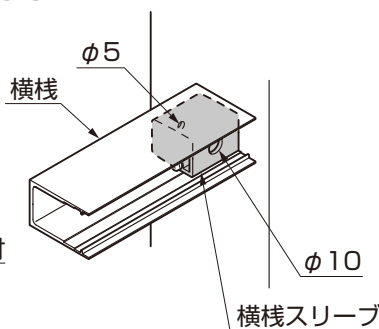

図6-5
- 汎用形材を横棧に取付けの際、横棧スリーブを避けて取付けてください。(※2) 横棧スリーブを避けられない場合は図6-5を参考に加工してください。